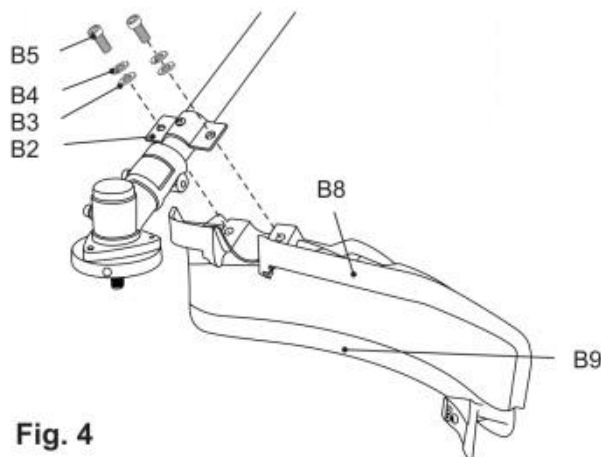

Fig. 4
- 3) Asegure la conexión con pernos (B5) , arandelas elásticas (B4) y arandelas (B3) utilizando la herramienta (E4). (Fig. 4).